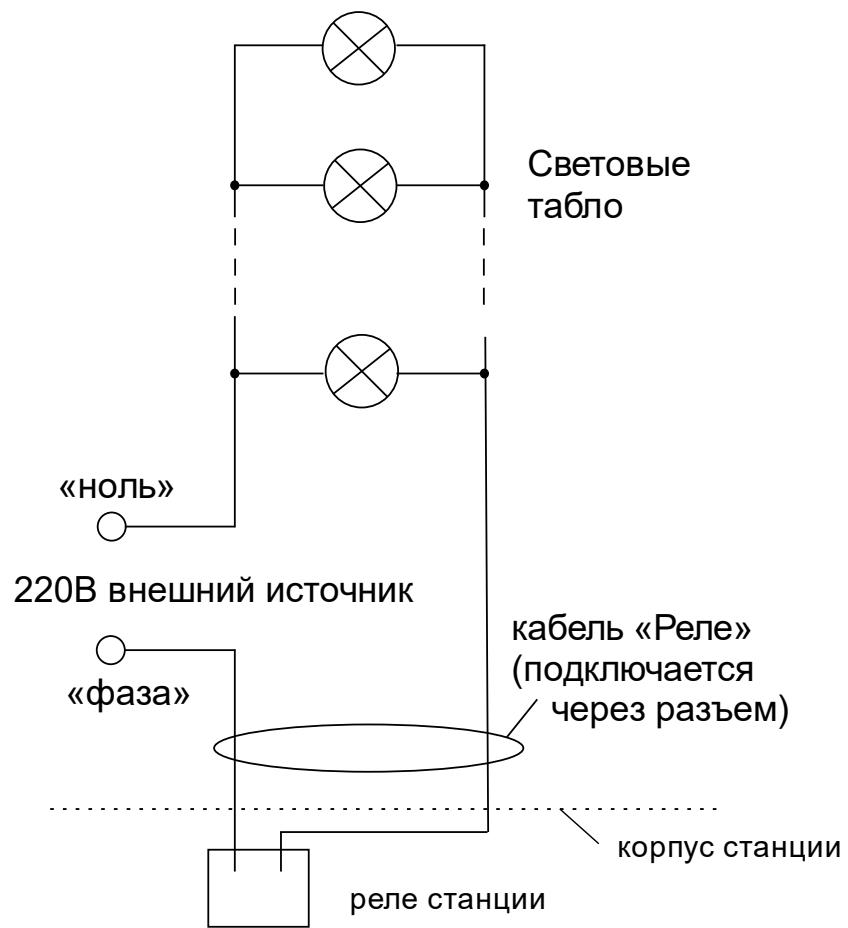

Рис. 1
4.6. Подсоедините кабель цепи включения светового табло как показано на рис. 1. В соответствии с рисунком для питания светового табло должно использоваться внешнее напряжение 220 В. Внимание! Ток управления световыми табло ограничен (см. п. 2.14)